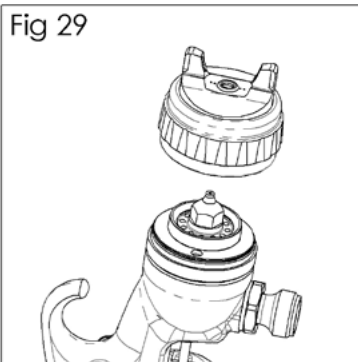

Fig 30
4. Retirez la buse à liquide à l'aide d'une clé de 10 mm. (Voir fig. 30).
10. Installez la buse à liquide (8), le bouchon d'air et la bague de retenue (6). Serrez la buse à liquide à 18–20 Nm (13–15 pi-lb). Veillez à ne pas bloquer la buse à liquide. (Voir fig. 30 et 29).
11. Remontez les pièces restantes dans l'ordre inverse – pointeau à produit ( 24), ressort du pointeau et tampon (29), et bouton du régulateur de produit (28).
12. Appuyez à fond sur la gâchette et vissez le bouton de réglage de produit (28) jusqu'à l'arrêt. Desserrez ensuite de ½ tour afin que le pistolet dispose de toute la course du pointeau.